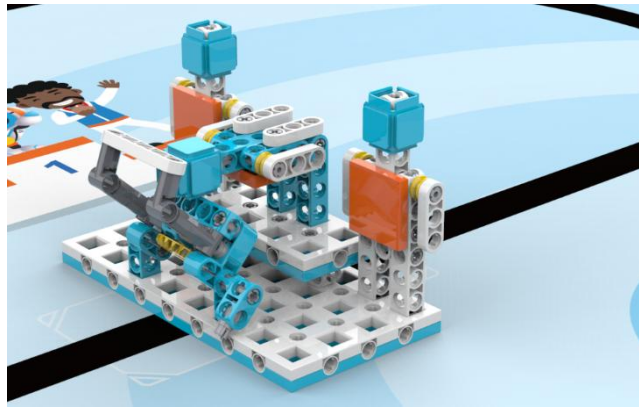

图 12 初始状态
3.6.1 场地某个任务区固定一颁奖台，有一运动员弯腰等待颁奖，如图 12。